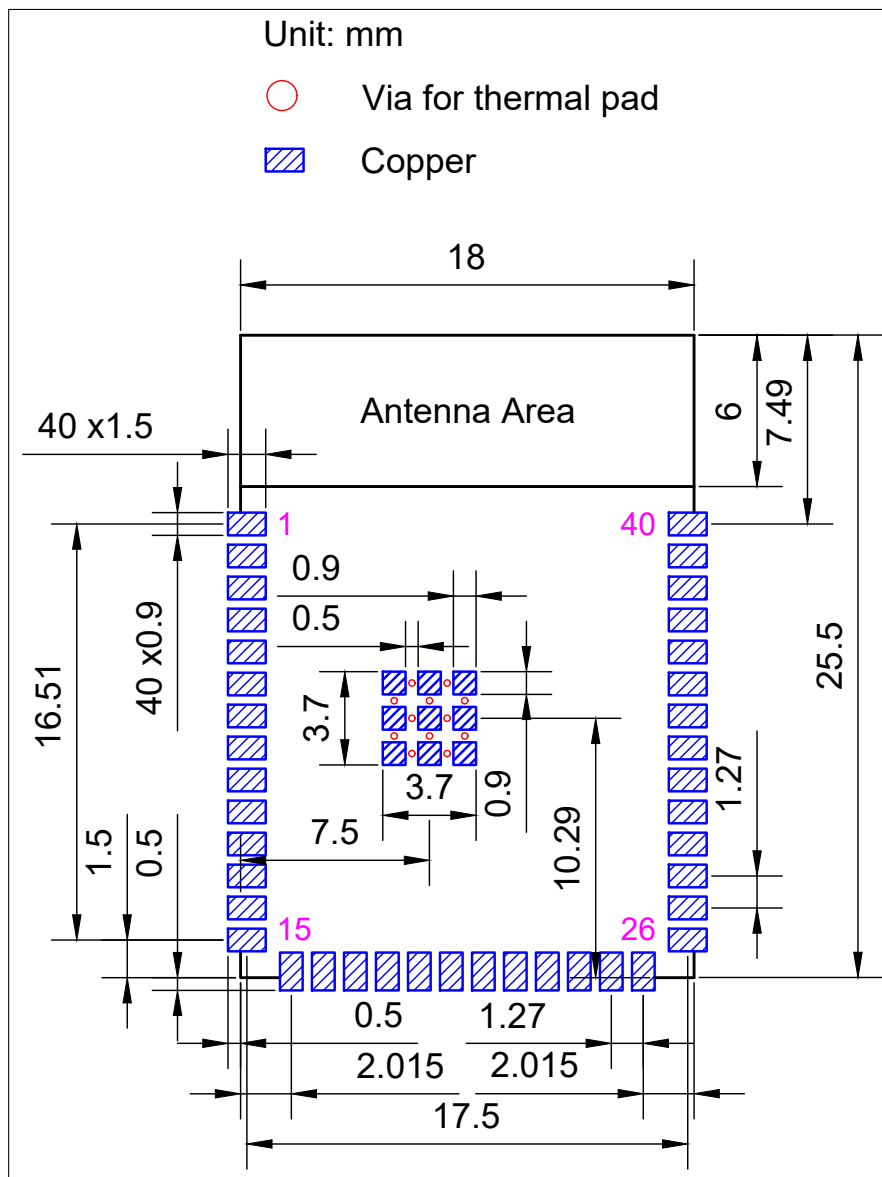

图 10: ESP32-S3-WROOM-1 推荐 PCB 封装图
- 推荐 PCB 封装图，标有 PCB 设计所需的全部尺寸。详见图 10 *ESP32-S3-WROOM-1* 推荐 PCB 封装图 和图 11 *ESP32-S3-WROOM-1U* 推荐 PCB 封装图。
- 推荐 PCB 封装图的源文件，用于测量图 10 和 11 中未标注的尺寸。您可用 Autodesk Viewer 查看 ESP32-S3-WROOM-1 和 ESP32-S3-WROOM-1U 的封装图源文件。